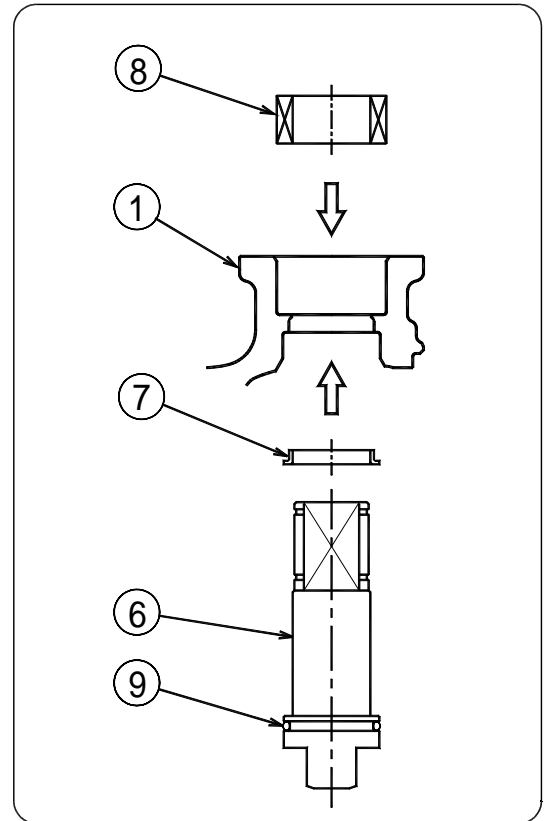

図 1
- 5) 図1を参照して、グランドパッキンをボディ に装着する。